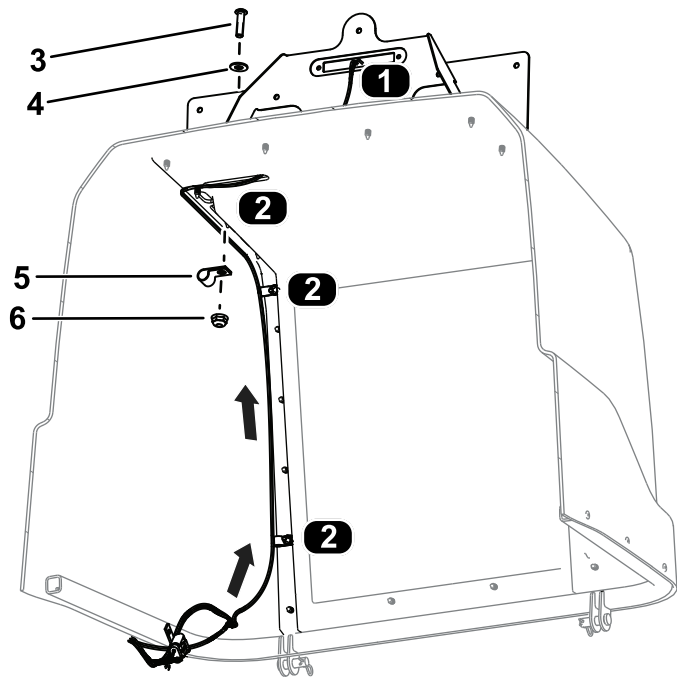

Bild 32
10. Verlegen Sie den mit NUMMERNSCHILDLEUCHE (P14) gekennzeichneten Kabelbaumanschluss durch die Haube und schließen Sie ihn an der Kennzeichenbeleuchtung an (Bild 32).
11. Befestigen Sie den Kabelbaum mit drei Innensechskantschrauben ($\frac{1}{4}$ " x 1"), drei Unterlegscheiben, drei Klemmen und drei Bundmuttern ($\frac{1}{4}$ ") an der Haube, wie in Bild 32 dargestellt.